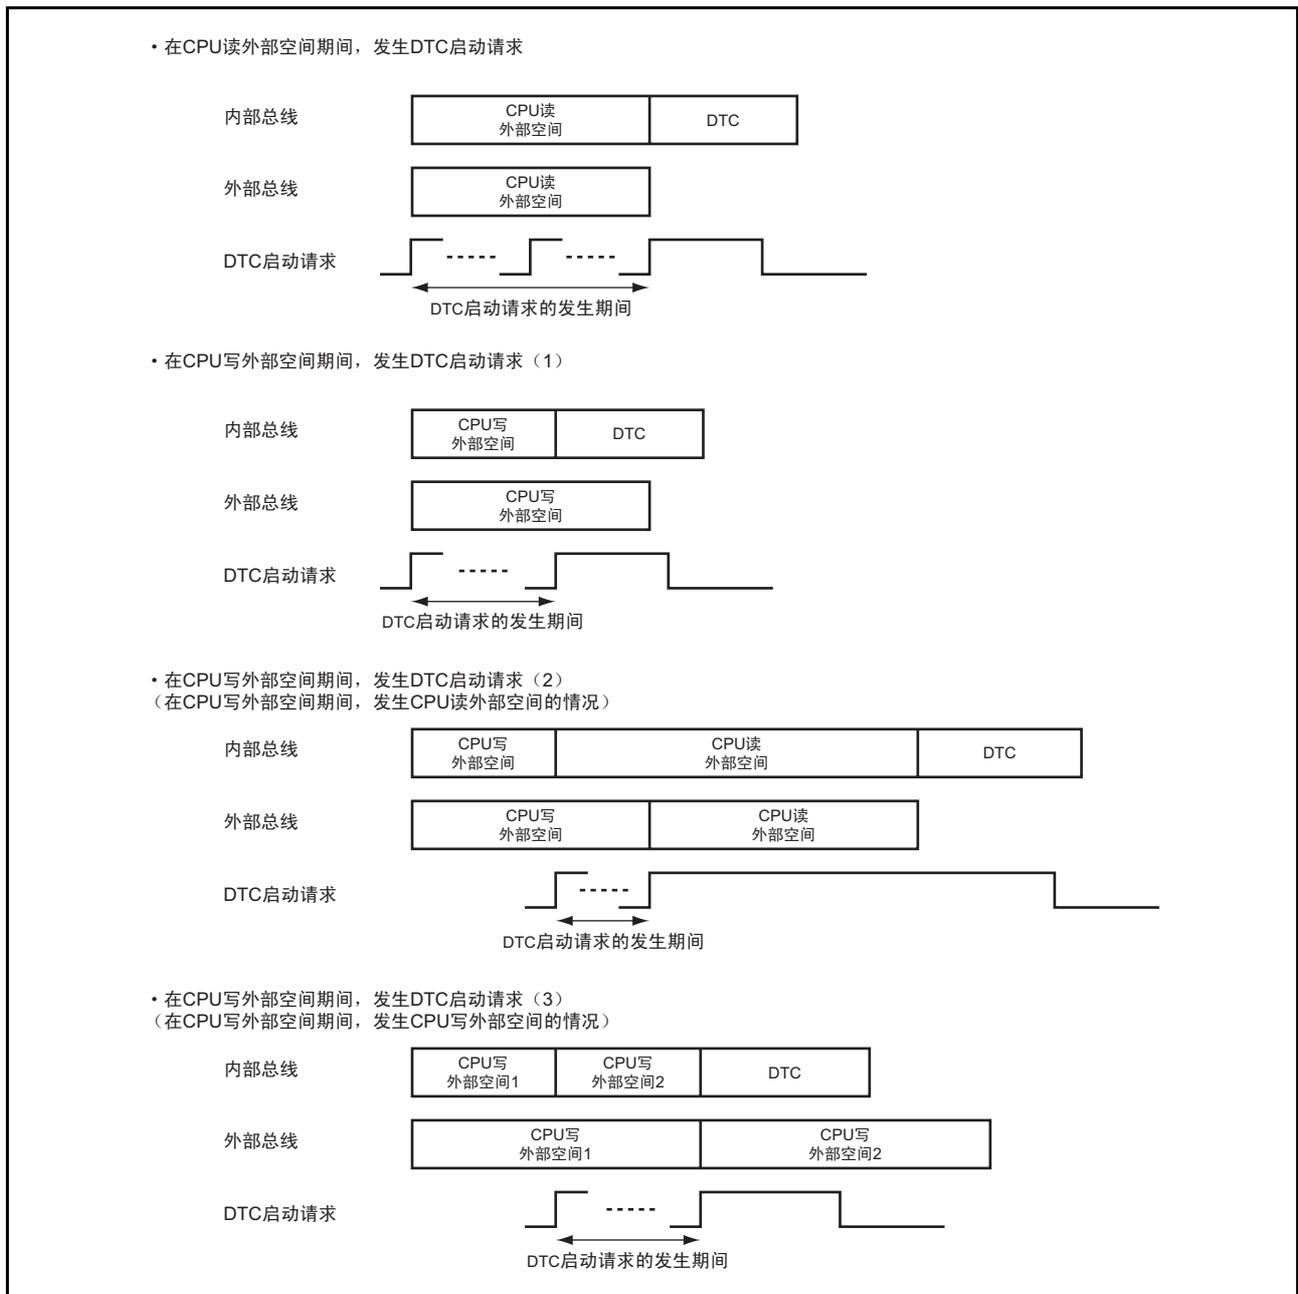

图 9.10 在 CPU 存取外部空间期间发生 DTC 启动请求时的总线仲裁
另外，对于“9.5.7 (2) LSI 内部总线主控的存取”中记述的写缓冲器操作，在 CPU 读写外部空间时，CPU 和 DTC 的仲裁不同。在 CPU 存取外部空间期间发生 DTC 启动请求时的总线仲裁如图 9.10 所示。